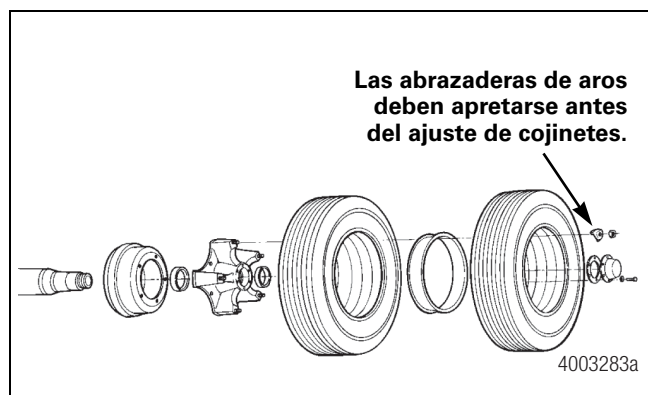

Figura 10.2
- Al instalar ruedas de artillería en ejes de semirremolque Meritor, se deben apretar las abrazaderas de aro de rueda antes de ajustar los cojinetes de rueda. De este modo se ayuda a eliminar tensiones excesivas sobre el cojinete y la espiga como resultado de las presiones de sujeción de la rueda. Figura 10.2.